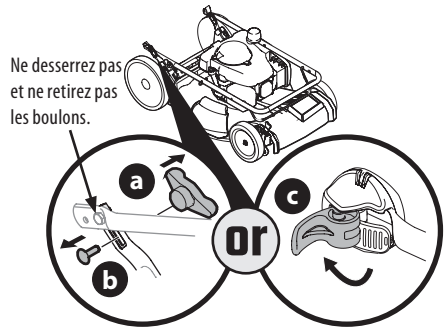

Figure 1
1. Retirez les boutons étoile ou les écrous papillon (a) et les boulons de carrosserie (b) du guidon. Passez à l'étape 2 si le guidon est doté de loquets (c). Voir Figure 1.